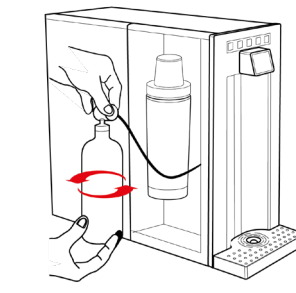

Fig. 4-14
26.20 – Tenendo fermo il riduttore con una mano, ruotare la bombola con l'altra mano avvitandola, ruotandola da sinistra verso destra, vedi Fig. 4-14. **Si raccomanda di tenere la bombola verticale con la valvola rivolta verso l'alto**, fino a che le due parti risultano essere completamente avvitate. Serrare ulteriormente a mano bombola e riduttore applicando una leggera forza, l'eventuale sfiato di una piccola quantità di gas durante la fase finale del serraggio è da considerare normale.